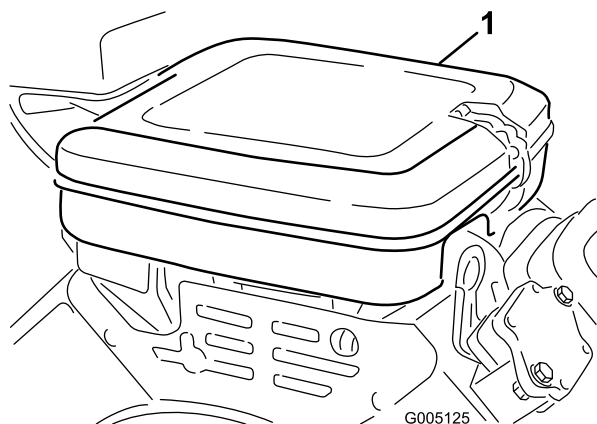

Figura 42
1. Rilasciate i fermagli di bloccaggio e rimuovete il coperchio del filtro dell'aria (Figura 42). Pulite accuratamente il coperchio.